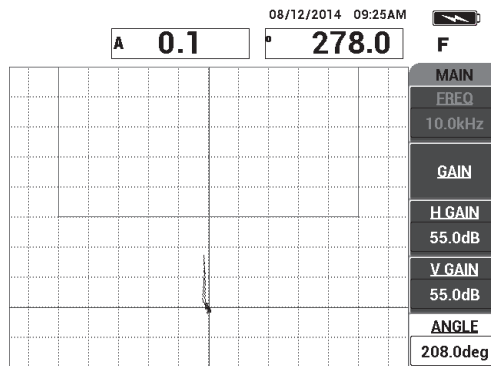

Рис. 6-25 Угол сигнала направлен вверх
4. Нажмите **УГОЛ** (клавиша E) и настройте угол сигнала так, чтобы сигнал был направлен вверх, в сторону квадрата сигнализации (см. Рис. 6-25 на стр. 150).